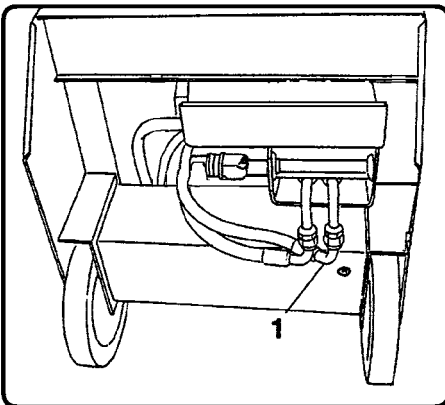

Fig. 9
- 5) **Etter de første 25/30 timers drift**, skal den hydrauliske olje som befinner seg i tanken, skiftes ut. **Deretter regelmessig etter 100 timers drift** (bruk Esso Invarol EP46 olje eller olje som er forenelig med den) ved at gå frem på følgende måte: Ta proppen (1 Fig. 9) av og tøm oljen i tanken helt ut ved å holde maskinen litt løftet. Når uttømmingen er ferdig, skru tappen helt på. Fyll tanken helt opp igjen, skru proppen med kontrollstangen i og utfør et par manøvrer, kontroller igjen og fyll eventuelt opp igjen. Under denne operasjonen skal man også rense filtret (21 Fig. 1). For å gjøre det skal man skru de to skruer, som holder det fast til tanken, løs og rense filtret med oppløsningsmiddel som bensin eller et lignende produkt. Når operasjonen er ferdig skal man samle delene i motsatt rekkefølge.